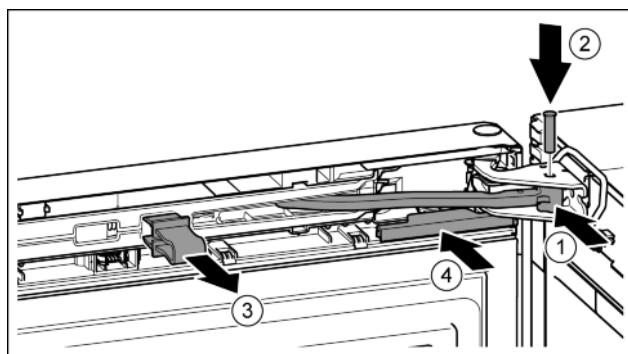

Fig. 49
- ▶ Okrenite zglob u podlošku ležaja. Fig. 49 (1)
- ▶ Umetnute svornjake u podložak ležaja i zglob. Pritom pazite da ispuštenje za blokiranje ispravno dosjedne u utor. Fig. 49 (2)
- ▶ Skinite osigurač. Fig. 49 (3)
- ▶ Nataknite pokrov. Fig. 49 (4)